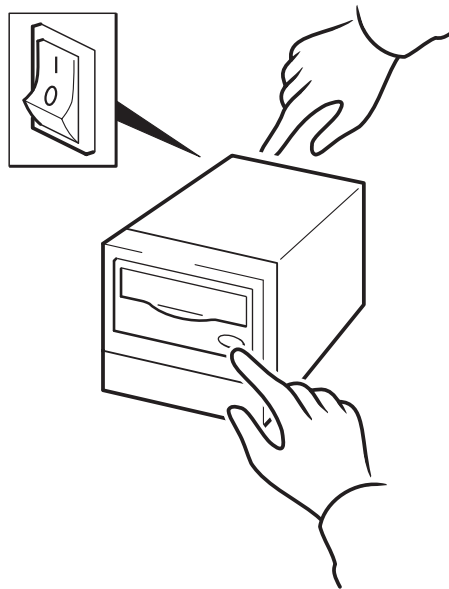

Figura 10b: utilizzo di HP OBDR, fase 2
- 2 Tenere premuto il pulsante di espulsione. Tenendo premuto il pulsante di espulsione, accendere l'unità a nastro (vedere la figura 10b). In questo modo si attiva il procedimento di HP One-Button Disaster Recovery. Rilasciare il pulsante non appena gli indicatori Tape e Clean lampeggiano alternativamente.